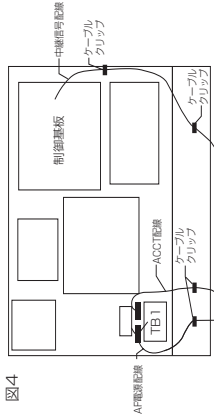

図4
6. 図4のとおり、AF電源配線、ACCT配線、中継信号配線を引き直し、ケーブルクリップで固定する。
- (7) 再度、以下の点に注意し配線を確認する。